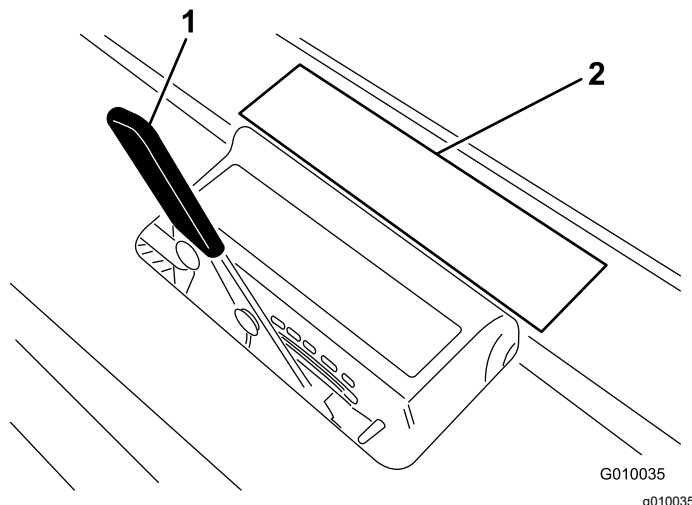

Figura 16
3. Coloque el taladro sobre la pegatina de profundidad de los taladros (Figura 16) con un extremo alineado con la profundidad de aireación deseada (ver la silueta del taladro en la pegatina).